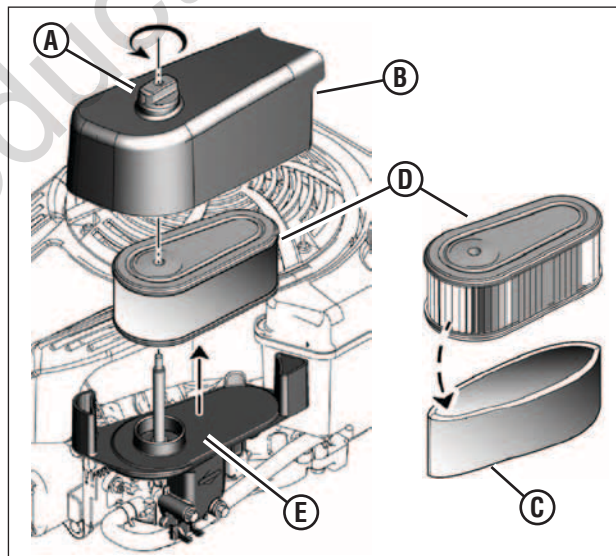

Figure 14 : Filtre à air et préfiltre
1. Enlever la fixation (**A, Figure 14**) et le couvercle du filtre à air (**B**).